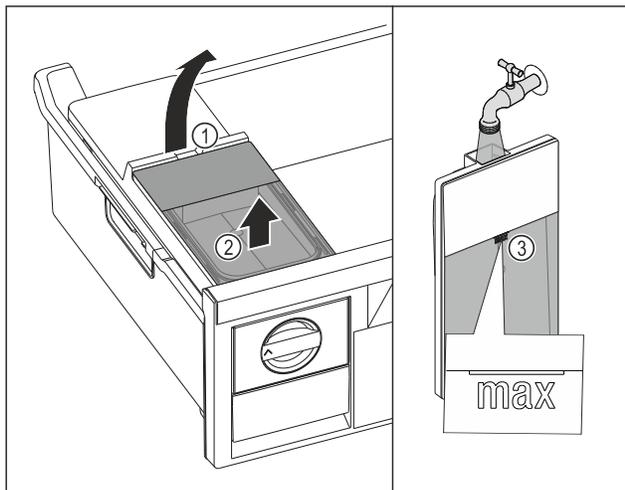

Fig. 120
- Soulever le réservoir d'eau par l'encoche Fig. 120 (1).
- Retirer le réservoir d'eau par le haut. Fig. 120 (2)
- Remplir le réservoir d'eau potable jusqu'au repère Fig. 120 (3).